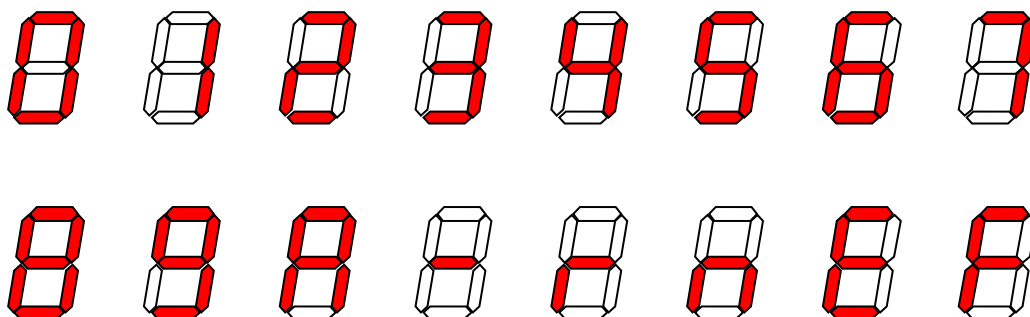

FIGURA 1: representación en un *display* de 7 segmentos de los símbolos {0, 1, 2, 3, 4, 5, 6, 7, 8, 9, A, -, r, n, E, F}.
En la figura 1 se puede ver la representación de varios símbolos alfanuméricos en un *display* de este tipo.
En este apartado se cargará una aplicación de ejemplo, ya compilada, para simplemente verificar que el conexionado de los recursos es correcto. Para ello, una vez montados LED y *display* de 7 segmentos (todos ellos con las correspondientes resistencias) junto con el microcontrolador en las placas de prototipado, se conectará mediante un cable USB al ordenador. Si el *software* se ha instalado correctamente (*drivers* y *firmware*), deberá aparecer una nueva unidad de almacenamiento correspondiente a su microcontrolador. Borre cualquier fichero .bin que pudiera haber en la unidad, desconecte la alimentación y vuelva a conectarla. Después copie el fichero ejecutable .bin adjunto a la práctica (carpeta Previo_S1, emplee el correspondiente a su placa) en la unidad, desconecte el cable USB y vuelva a conectarlo. Si el cableado es correcto deberán aparecer secuencialmente, en el *display* de 7 segmentos, a una cadencia de uno por segundo, los símbolos de la figura 1* de la página 8. A la vez, los LED mostrarán, a la misma cadencia, la cuenta binaria ascendente de 3 bits.
* Este programa emplea, para representar el símbolo «1», una configuración de segmentos diferente a la dada en la figura 1 de la página 7 (enciende los segmentos de la izquierda). Todos los ejecutables que le proporcionaremos emplean esta representación alternativa del «1» y lo hacemos para que, de un vistazo, los docentes podamos saber si el programa que se está corriendo es el entregado con la práctica o el realizado por usted. Sus programas deben representar el «1» como aparece en la figura 1.